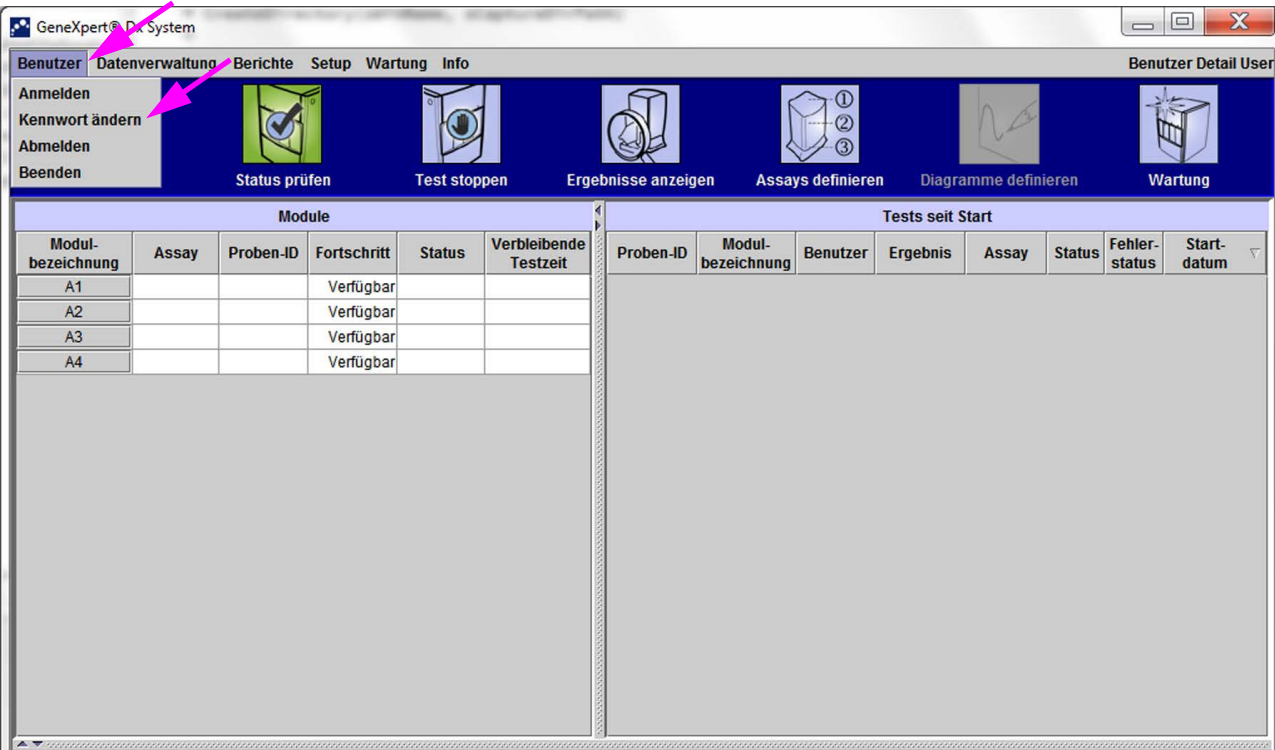
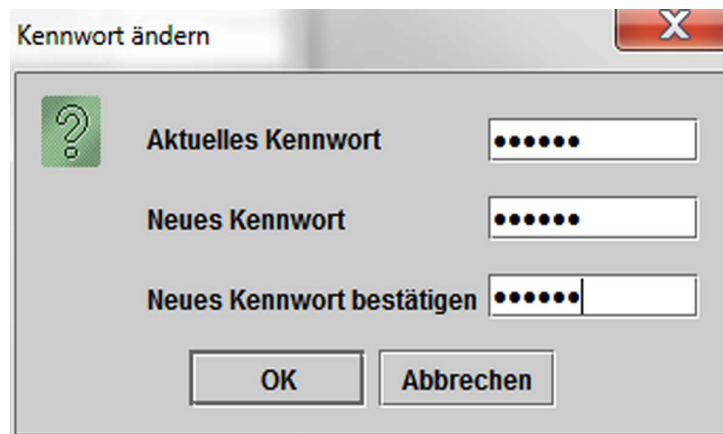

Abbildung 5-14. Menü „Benutzer“ (Kennwort ändern)
Abbildung 5-15. Dialogfeld „Kennwort ändern“
- 1. Klicken Sie im GeneXpert Dx System-Fenster im Menü **Benutzer** auf **Kennwort ändern**. Siehe Abbildung 5-14. Das Dialogfeld „Kennwort ändern“ wird angezeigt (vgl. Abbildung 5-15).